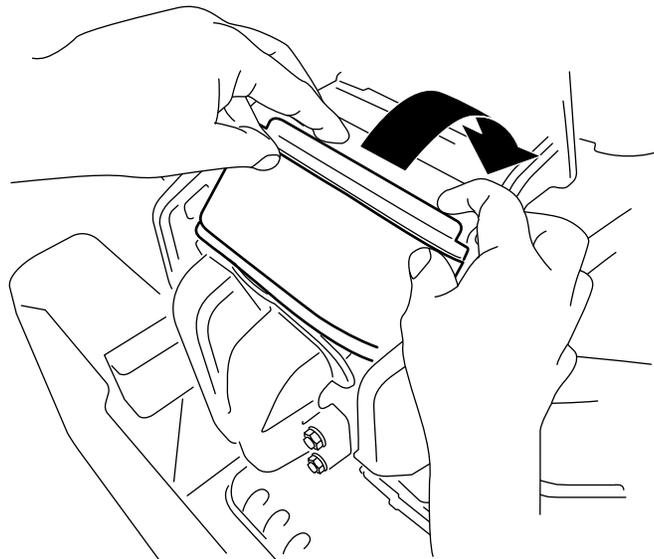

Рисунок 37
3. Поверните фильтр вниз в камеру и прижмите его к коллектору так, чтобы он полностью сел на место (Рисунок 37).